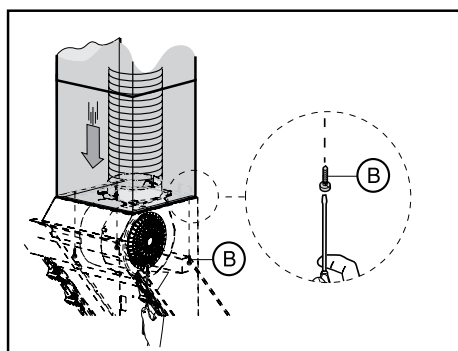

Рис. 15
10. Если на Вашей вытяжке предусмотрено крепление наружного декоративного короба к корпусу вытяжки, то закрепите его с помощью винтов **B**, как показано на рис. 15, если такое крепление не предусмотрено, то монтаж вытяжки завершен.